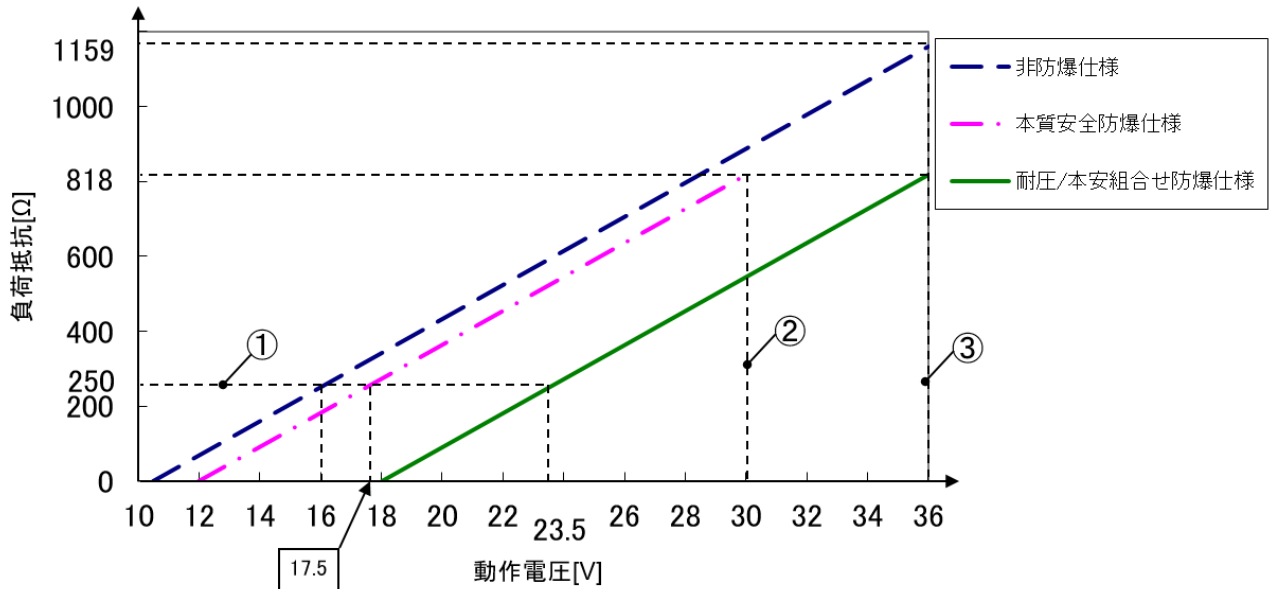

図 3. 3. 1 負荷抵抗と動作電圧
負荷抵抗は図 3. 3. 1 のとおりです。
各機器仕様にて使用する最大動作電圧での最大負荷抵抗値を、図 3. 3. 1 中の②と③で示しています。
通常、HART 通信用に使用される抵抗は 250 Ω です。図 3. 3. 1 中の①で 250 Ω 時の電圧を示しています。(DC 16V (非防爆仕様)、DC 17.5V (本質安全防爆仕様)、DC 23.5V (耐圧/本安組合せ防爆仕様))